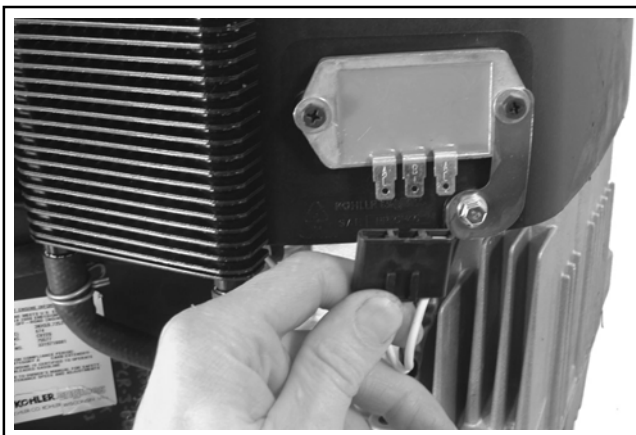

Figura 9-20. Scollegamento della spina dal raddrizzatore-regolatore.
1. Scollegare i cavi dall'interruttore di avviamento sul convogliatore dell'aria (se presente). Scollegare la spina dal raddrizzatore-regolatore. Utilizzando la punta dell'astina di livello dell'olio o un attrezzo simile, piegare la linguetta di bloccaggio, quindi rimuovere il terminale B+ dalla posizione centrale della spina. Vedere Figura 9-20. In tal modo è possibile rimuovere il convogliatore dell'aria senza interferire con il cablaggio.